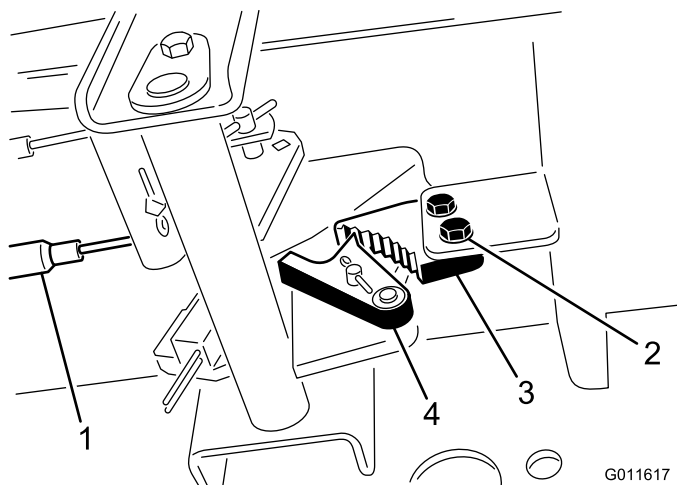

Figura 56
1. Solte os 2 parafusos que prendem a lingueta do travão de mão à estrutura (Figura 56).
2. Carregue no pedal do travão para a frente até o detentor do travão engatar completamente na lingueta do travão (Figura 56).